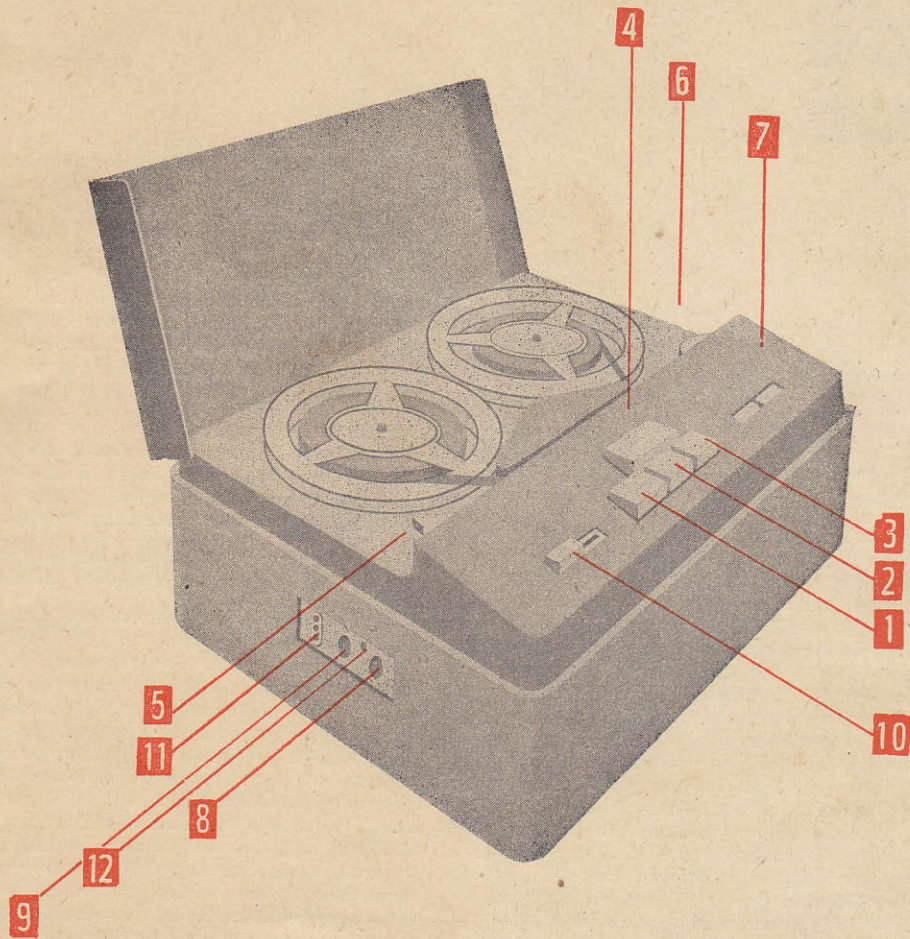

Bild 1
Das Mikrophon wird an die an der linken Seite angebrachte gekennzeichnete Buchse (8) angeschlossen. Der links neben dem Tastenschalter angebrachte Schiebeschalter (10) wird in Stellung »Mikrophon« gebracht. Jetzt schalten Sie **bei gleichzeitig eingedrückter Halttaste** mit dem linken Knebel (5) das Gerät auf »Aufnahme«. Der rechte Regler (6) wird jetzt soweit aufgeregelt, bis sich die beiden Balken des Magischen Bandes (7) im Rhythmus der Sprache nahezu berühren. Nunmehr drücken Sie die mittlere der vorderen drei Tasten (2), und die Aufnahme kann beginnen. Mit einem Kleinsthörer, der an die 3-polige Buchse (11) - Bild 1 - anzuschließen ist, kann die Mikrophonaufnahme mitgehört werden.